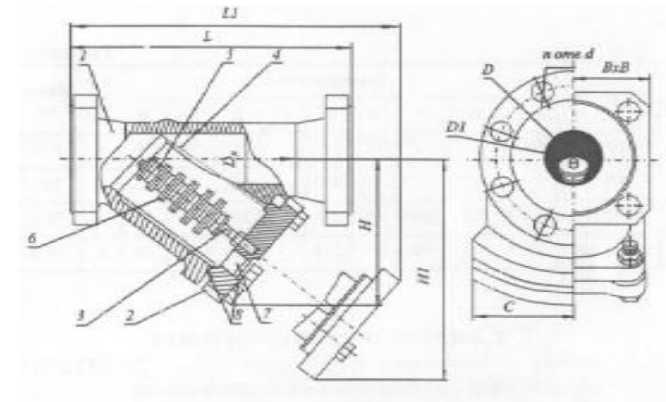

Рис. 1
4.1. Фильтр состоит из следующих основных деталей (см. рисунок 1):